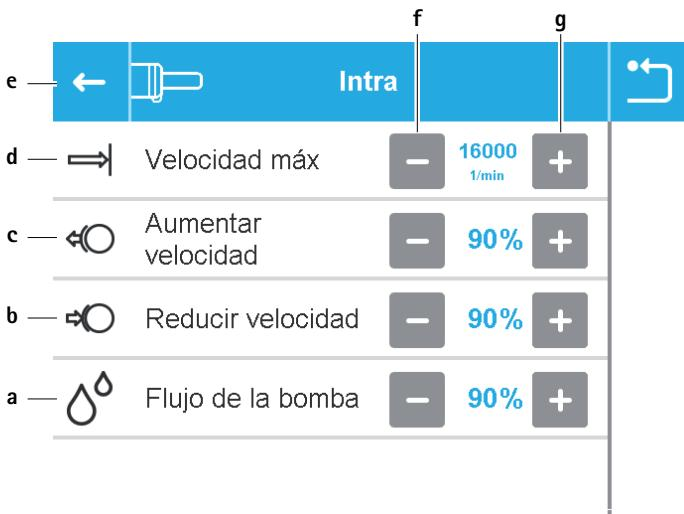

Fig. 10 Ajustes del motor – tipo de elemento de aplicación seleccionado
- Mostrar/modificar los ajustes del motor de un tipo de elemento de aplicación: Accionar el botón del tipo de elemento de aplicación **a**. Se abre el submenú del tipo de elemento de aplicación seleccionado, ver Fig. 10.